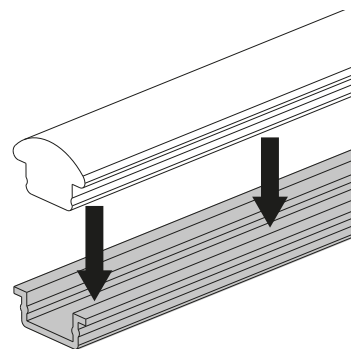

fig. 2
- inserire la rotaia di scorrimento in lega di alluminio nel profilo antirumore in polizene (vedi fig. 2);
- insert the aluminium alloy sliding track into the polyzene noise profile (see fig. 2);